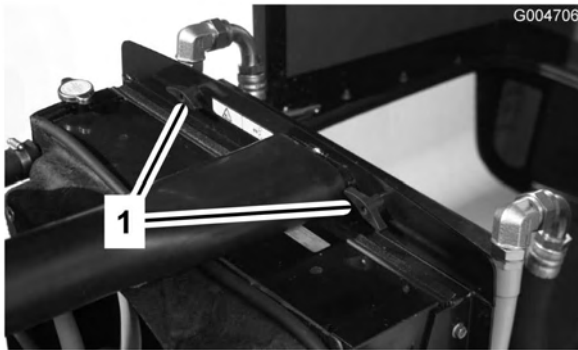

Figure 60
2. Enlevez les boutons (Figure 60) qui fixent le refroidisseur d'huile au châssis.